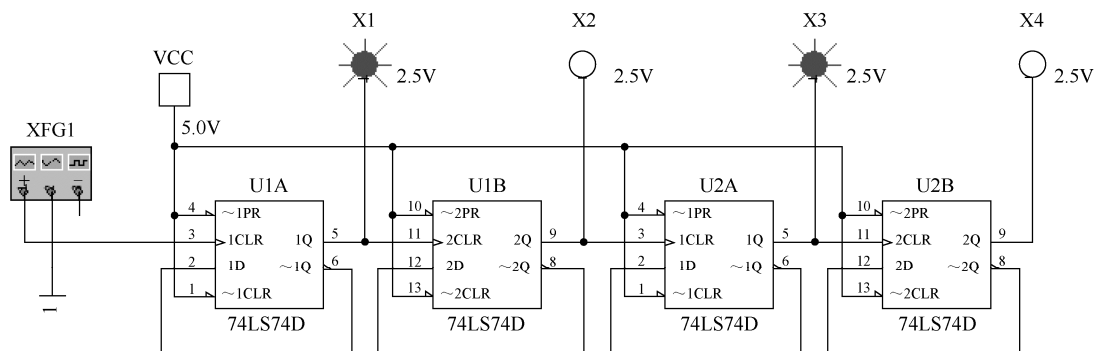

图 4.6.22 74LS74 构成的时序逻辑电路
(1) 绘制图 4.6.22 所示的电路，用信号发生器产生频率为 16Hz 的方波信号，用逻辑分析仪观察 CLK 端和各输出端信号的关系，列出状态迁移表，分析得出电路的功能。要求用 Multisim 仿真软件实现。